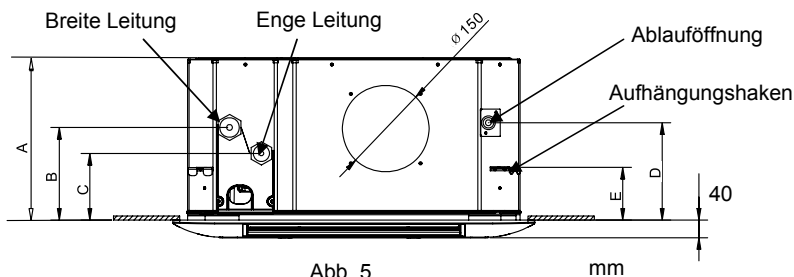
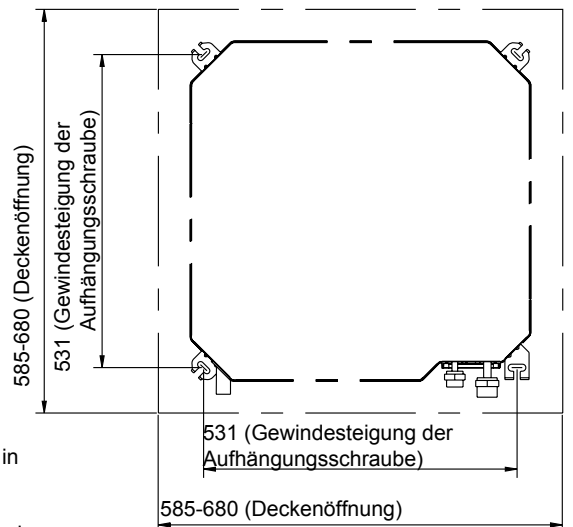

Abb. 5
Abb. 4 Einheit: mm
1. Benutzen Sie die Installationsschablone (wird mit der Blende geliefert), wenn Sie die Position der Aufhängungsschraube festgelegt haben (Abb. 4). Abb. 5 und Tabelle 1 zeigen das Verhältnis der Abmessungen.